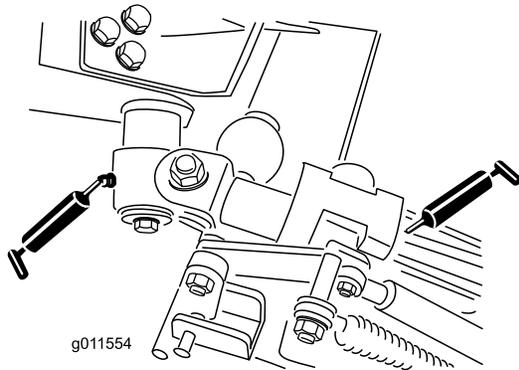

Figure 43
- Bagues de pivot d'axe coudé (2) (Figure 43)
- Bagues de bras arrière (4) (Figure 43)